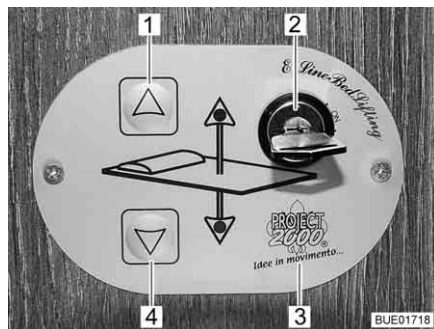

Fig. 124 Elemento de mando
Con las teclas (Fig. 124,1 y 4) en el elemento de mando (Fig. 124,3), se subirá o bajará la cama elevada. Con el interruptor llave (Fig. 124,2), se bloqueará el elemento de mando contra su utilización no autorizada.
- Introducir la llave en el interruptor llave (Fig. 124,2) y girar 90° en sentido de las agujas del reloj. El elemento de mando (Fig. 124,3) está activado.
- Pulsar la tecla de flecha (Fig. 124,4) y mantenerla pulsada hasta que la cama elevada haya bajado a la posición deseada.
- Pulsar la tecla de flecha (Fig. 124,1) y mantenerla pulsada hasta que la cama elevada haya subido a la posición final.
Si la cama elevada ya no se deja desplazar con las teclas de flecha (Fig. 124,1 y 4), controlar primero el fusible en el armario de pared delantero, en el lado izquierdo del vehículo o bien en Reserva 3 en el bloque eléctrico (véase apartado 8.9.1). Si el fusible está en orden y la cama elevada no se deja desplazar a pesar de esto, se podrá manejar la cama elevada en forma manual.